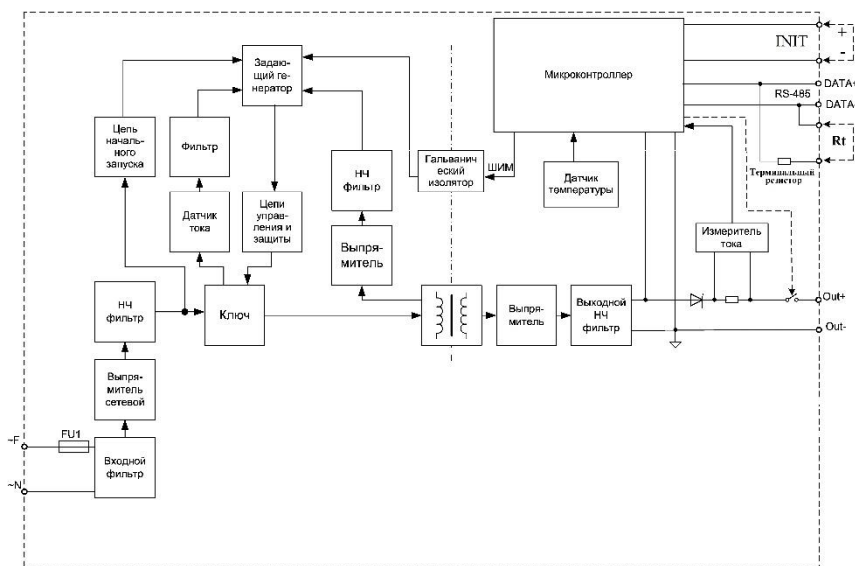

Рис. 3.1. Структурная схема источников питания серии NLS
Структурная схема источника показана на рис. 3.1. AC-DC преобразователь источника питания построен по схеме обратного преобразователя. Микроконтроллер осуществляет контроль напряжения, тока нагрузки, температуры печатного узла, управляет включением-выключением нагрузки. В состав источника питания входят:
- установите переключку на клеммы «InIt» (рис. 3.1);